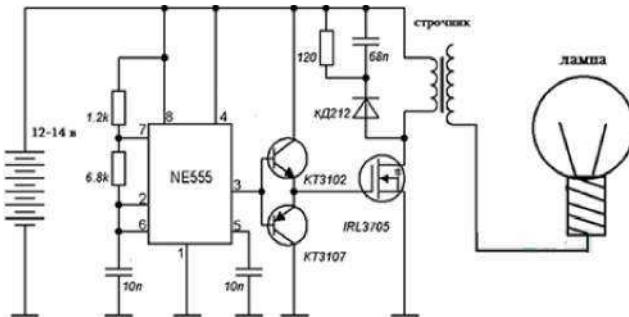

Рис.1. Схема плазмошара
- На рис.1 показан пример схемы плазмошара.
Мы предлагаем решить данную проблему, следующим образом: надеть на палочки пружину из самой обычной прищепки, которая объединит две палочки в одну систему (рис.1).